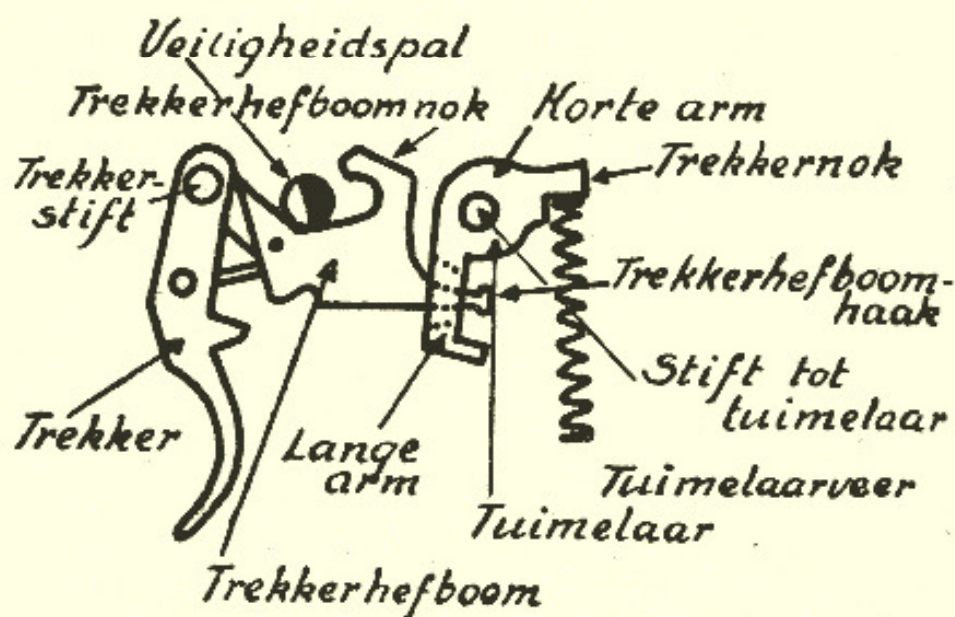

fig. 9
34. Afvuurinrichting (fig. 9).